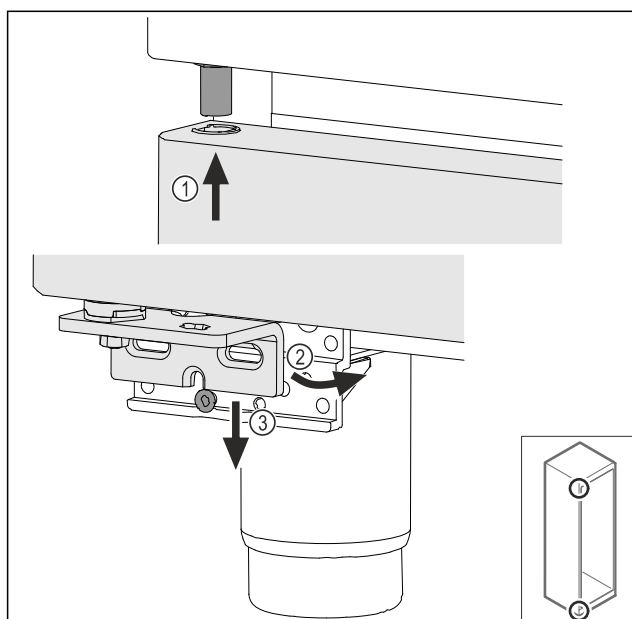

Fig. 70
- ▶ Før døren opppe inn lett vippet Fig. 70 (1), rett ut døren Fig. 70 (2) og sett den på lagerbukkskruen Fig. 70 (3) nede.